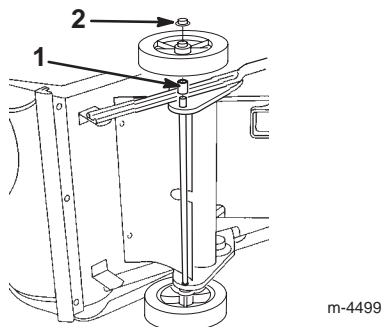

Bild 3
6. Schieben Sie das *lange* Distanzstück und das Rad auf das Ende der linken Achse (Bild 3).